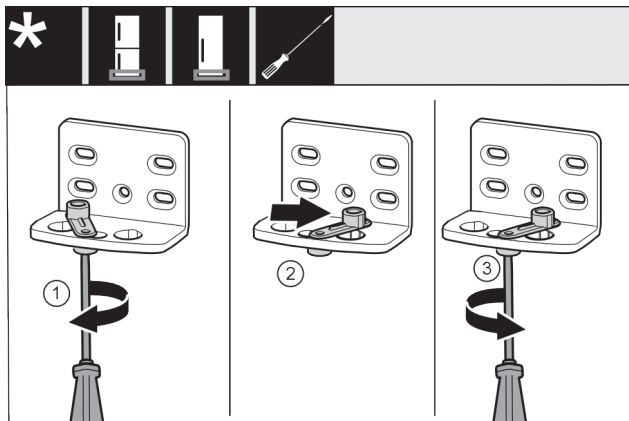

Fig. 46 *
- Desfaceți șurubul Fig. 46 (1) cu șurubelnița.*
- Ridicați dispozitivul auxiliar de închidere a ușii Fig. 46 (2) și rotiți-l cu 90° spre dreapta în orificiu.*
- Înșurubați ferm șurubul Fig. 46 (3) cu șurubelnița.*